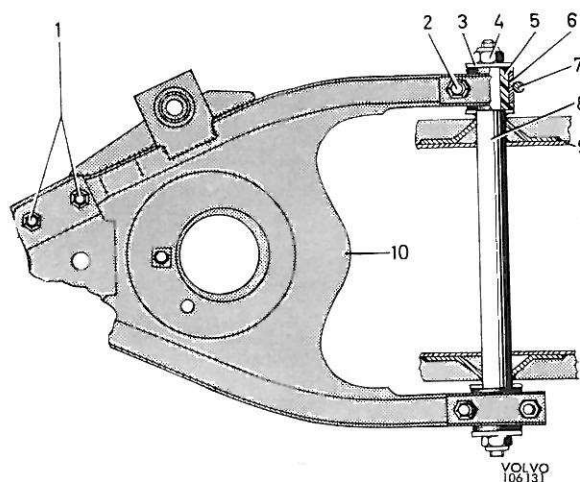
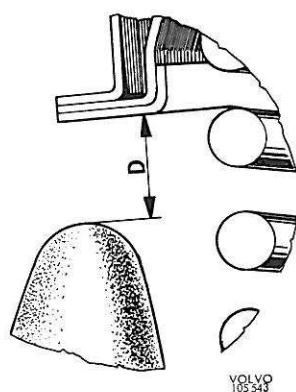

Figure 31. Triangle inférieur de commande, ancien modèle
Figure 32. Position de montage
2. Dévisser les écrous (2, figure 31) et enlever les attaches (7). Enlever les écrous (4) et les rondelles (3).
3. Poser un cric sous le triangle inférieur de commande, derrière le ressort et soulever le cric jusqu'à ce que les bagues soient libérées. Retirer les bagues (5) et les douilles (6).
4. Badigeonner les bagues caoutchouc (5) et les douilles (6) d'une solution d'eau de savon et les monter sur l'axe (8) du triangle de commande. Remettre les rondelles (3) et les écrous (4).
Lors du serrage des écrous, il convient de soulever la partie extérieure du triangle de commande jusqu'à ce que la distance entre la butée caoutchouc et l'essieu avant soit d'environ 40 mm (cote D, figure 32). Couple de serrage : 55 à 62 Nm (5,5 à 6,2 m.kg).
5. Baisser le triangle de commande et monter les attaches (7, figure 31) et écrous (2). Serrer les écrous au couple de 20 à 25 Nm (2 à 2,5 m.kg).
5. Remettre la vis (3) en veillant à ce que la petite rondelle (1) soit placée immédiatement sous la tête de vis.
6. Poser la grande rondelle (5) et l'écrou (6) qu'il ne faut pas serrer.
7. Baisser le cric et poser le triangle de commande inférieur sur le bord extérieur du ressort. Soulever avec précaution jusqu'à ce que la distance entre la butée caoutchouc et l'essieu avant (cote D, figure 32) soit d'environ 40 mm. Serrer l'écrou (6, figure 15) dans cette position.
4. Poser un cric sous le triangle inférieur de commande, juste au-dessous du ressort. Lever le cric jusqu'à ce que la butée caoutchouc (3) du triangle de commande soit libéré.
7. Ancien modèle : Enlever les écrous (2, figure 31) et attaches (7) du côté fixation inférieure, ce qui permet de déposer le triangle de commande.
Pour les deux modèles, la distance entre le sommet de la butée caoutchouc et l'essieu avant (cote D, figure 32) doit être d'environ 40 mm lors du resserrage des écrous (4, figure 31) ou de l'écrou (6, figure 15) de la fixation inférieure du bras de commande. Concernant les amortisseurs, noter qu'il existe plusieurs modèles différents et les renseignements concernant le resserrage des écrous varient d'un modèle à l'autre, voir "Repose des amortisseurs", section 7. Après montage, vérifier les angles d'alignement des roues voir "Alignement des roues avant".